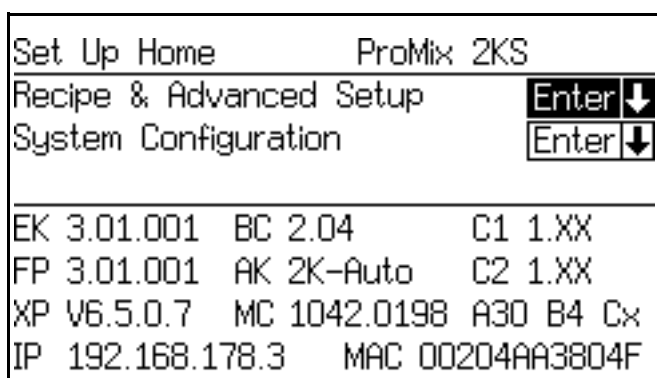

Рис. 106. Начальный экран настройки
1. На устройстве EasyKey нажмите кнопку настройки , чтобы получить доступ к начальному экрану настройки. Выберите пункт "Конфигурация системы", чтобы получить доступ к экранам конфигурации. Рис. 106.